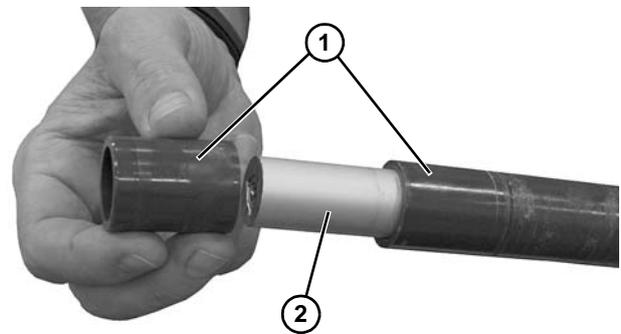

Abbildung 60
4. Bandradmanschetten (**Abbildung 60, Teil 1**) vom Ende der Bandradwelle (**Abbildung 60, Teil 2**) schieben. Sofern vorhanden, die zweite Bandradwelle ausbauen und die Bandradmanschetten abnehmen.